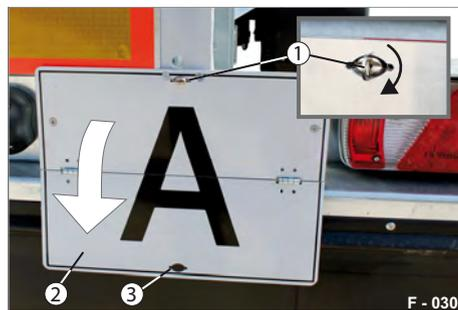

Abb. 49 Abfall-Tafel, Alu-Blech
- ▶ Drehen Sie den Drehverschluss (Abb. 49/1) in waagerechte Stellung.
- ▶ Klappen Sie die Teilhälfte (Abb. 49/2) der Warttafel herunter.